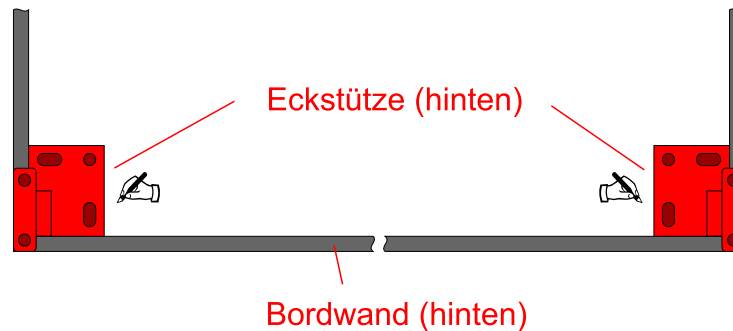

Bild 1
1. Ecksäulen an die hintere Bordwand anlehnen, zur seitlichen Bordwand ausrichten und die Bohrlöcher auf der Ladefläche kennzeichnen (Bild 1).